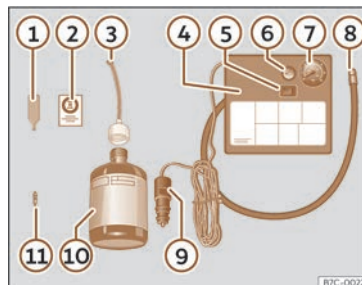

Fig. 39 Representació estàndard: contingut del joc antipunxades.
>>> **fig. 39:**
- Desenrosqueu el caputxó i l'obús de la vàlvula del pneumàtic. Utilitzeu l'aparell >>> **fig. 39 ①** per extreure l'obús. Poseu-lo en una superfície neta.
- Sacsegeu amb força l'ampolla de segellador de pneumàtics >>> **fig. 39 ⑩**.
- Enrosqueu el tub d'inflament >>> **fig. 39 ③** a l'ampolla de segellador. El precinte de l'ampolla es trencarà automàticament.
- Traieu el tap del tub d'ompliment >>> **fig. 39 ③** i caragoleu l'extrem obert del tub a la vàlvula del pneumàtic.
- Torneu a posar l'obús amb l'aparell >>> **fig. 39 ①** a la vàlvula del pneumàtic.
- Enrosqueu el tub d'inflament del pneumàtic del compressor >>> **fig. 39 ⑧** a la vàlvula del pneumàtic.
- Comproveu que el caragol d'evacuació d'aire està tancat >>> **fig. 39 ⑥**.
- Fixeu el connector >>> **fig. 39 ⑨** a la presa de corrent de 12 volts del vehicle >>> pàg. 161.
- Connecteu el compressor d'aire amb commutador ON/OFF >>> **fig. 39 ⑤**.
- Enganxeu l'adhesiu >>> **fig. 39 ②** al quadre d'instruments, dins del camp visual del conductor.
Torneu a enroscar el tub d'inflament >>> **fig. 39** ⑤ i comproveu la pressió en el manòmetre ⑥.